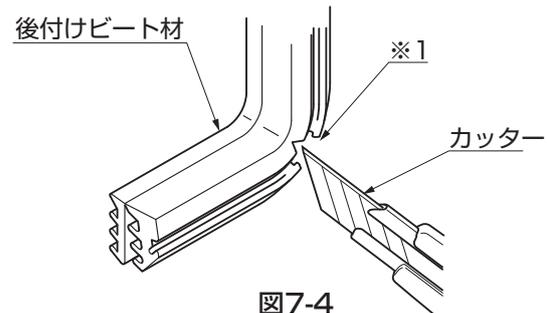

図7-4
- 後付けビート材を折曲げる箇所(※1)に、カッター等で切欠きを入れてください。(図7-4参照)